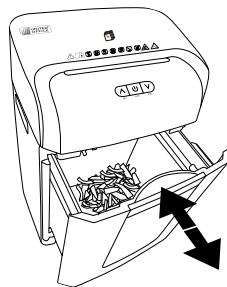

Fig. 4
- ◆ Tire del contenedor **10** asiéndolo por el agarre **12** para extraerlo de la base del aparato **7** (consulte la fig. 4). Tras esto, el led  **15** parpadea en azul.
- ◆ Vuelva a introducir el contenedor **10** completamente en la base del aparato **7** hasta que encastre audiblemente con un chasquido (consulte la fig. 4). Tras esto, el led  **15** se ilumina en azul.